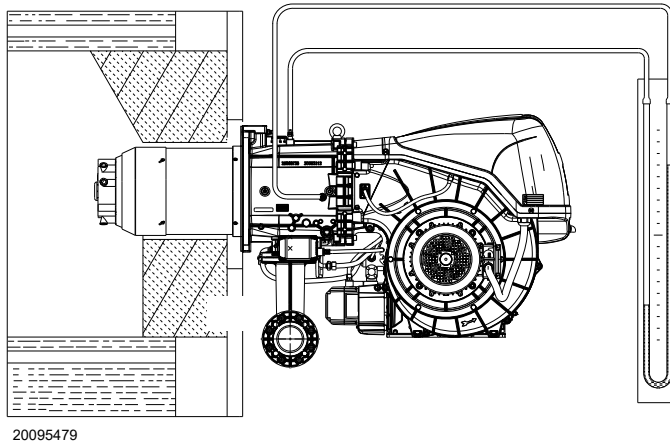

Рис. 31
- Установіть U-подібний манометр або диференціальний манометр (Рис. 31): трубка (+) в точці контролю тиску газу на трубній муфті, а трубку (-) у камері згоряння. Показники манометра використовуються для розрахунку максимальної потужності пальника за допомогою формули Табл. Q на сторінці 32.
Надходження газу до головки контролюється за U-подібним манометром (Рис. 31).